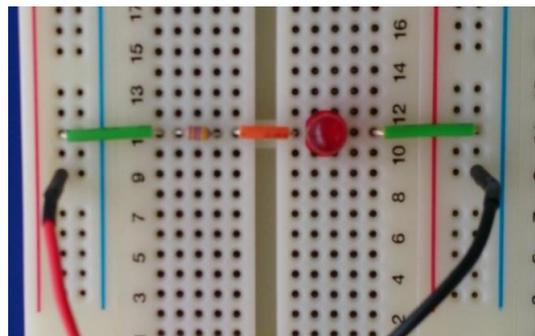

図 3.4
- ・ブレッドボードの内部配線を十分に理解すること(図 3.4 の回路はショートしている)。